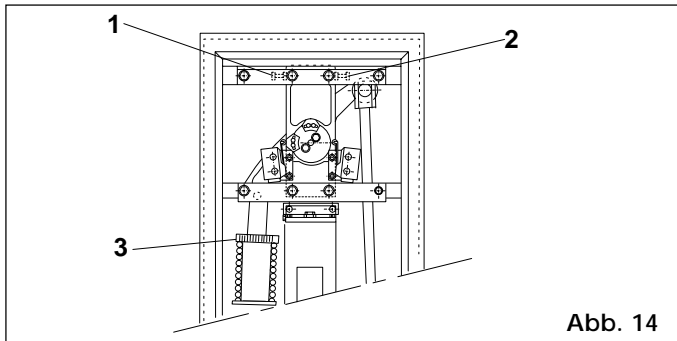

Abb. 14
- 5) Die Endanschläge für Öffnung und Schließung gem. Abb. 14, Pos. 1+2 einstellen. Den Balkenausgleich nach Hinweisen von Kapitel 4.4 überprüfen.
- 2) Nutmutter der Vorspannung einstellen (Pos. 3 Abb. 14). Bei vorschriftsmäßigem Ausgleich steht der Balken in den Winkeln 0° und 90°.